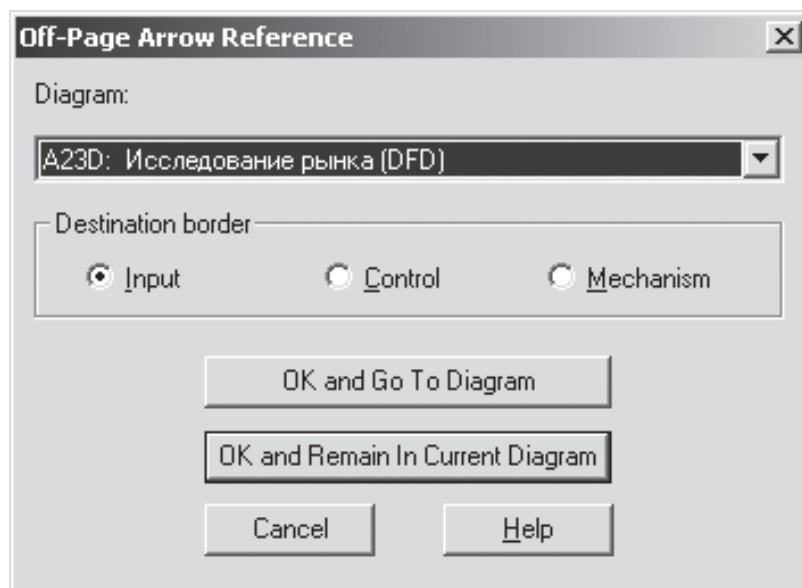

Рис. 16.3. Диалоговое окно Off-Page Arrow Reference
7. Правой кнопкой щелкните по наконечнику стрелки и выберите в меню опцию Off-Page Reference. В появившемся диалоге Off-Page Arrow Reference (рис. 16.3) выберите в качестве диаграммы A23D «Исследование рынка (DFD)».